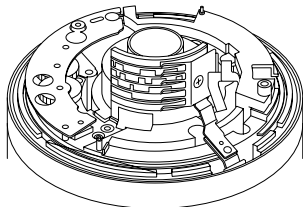

Fig.4-7-1
- 1) 被検レンズを分解，または組み立てて Fig.4-7-1 の状態にする。